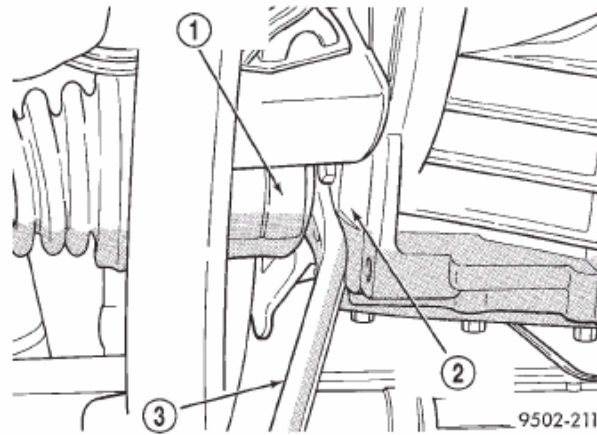

**Fig. 12 Separación de la articulación de la dirección
(14) Tire del conjunto de la articulación de dirección separándolo de la junta homocinética externa del conjunto de eje de transmisión (Fig. 12).